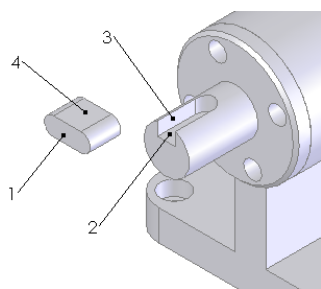
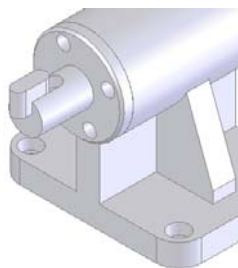

图 7-135 插入键后的视图
图 7-136 重合配合后的视图
**01** 插入零件。在菜单栏中选择“插入”→“零部件”→“现有零件/装配体”命令，插入键。具体步骤可以参考上面的介绍，将键插入到图中合适的位置，结果如图 7-135 所示。
**02** 添加配合关系。在菜单栏中选择“插入”→“配合”命令，将图 7-135 中的面 1 和面 2、面 3 和面 4 添加为“重合”几何关系，结果如图 7-136 所示。